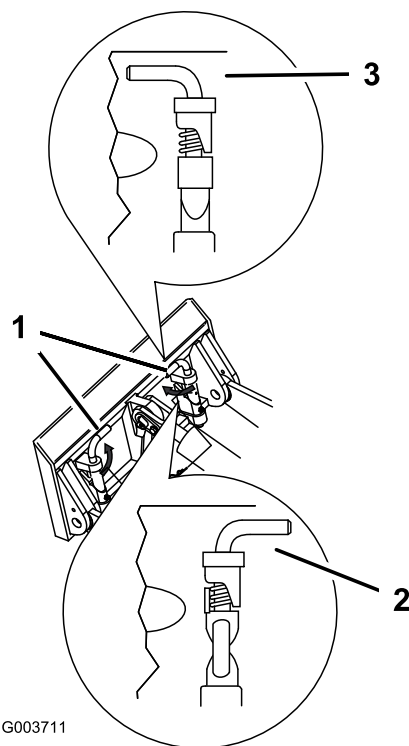

Figure 33
7. Engagez complètement les goupilles à fixation rapide dans la plaque de montage (Figure 33).